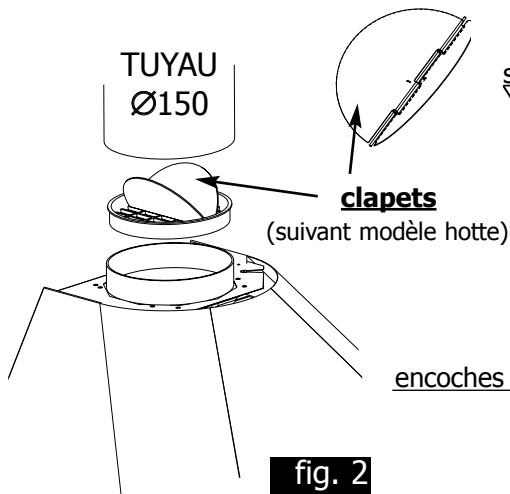

fig. 2
- Emboîtez les clapets **anti-retours** (fig.2) dans le tuyau de sortie de la hotte. Retirez le ruban adhésif de maintien des clapets.
- Il n'est pas nécessaire d'installer les clapets anti-retours (fig.2 page 6).